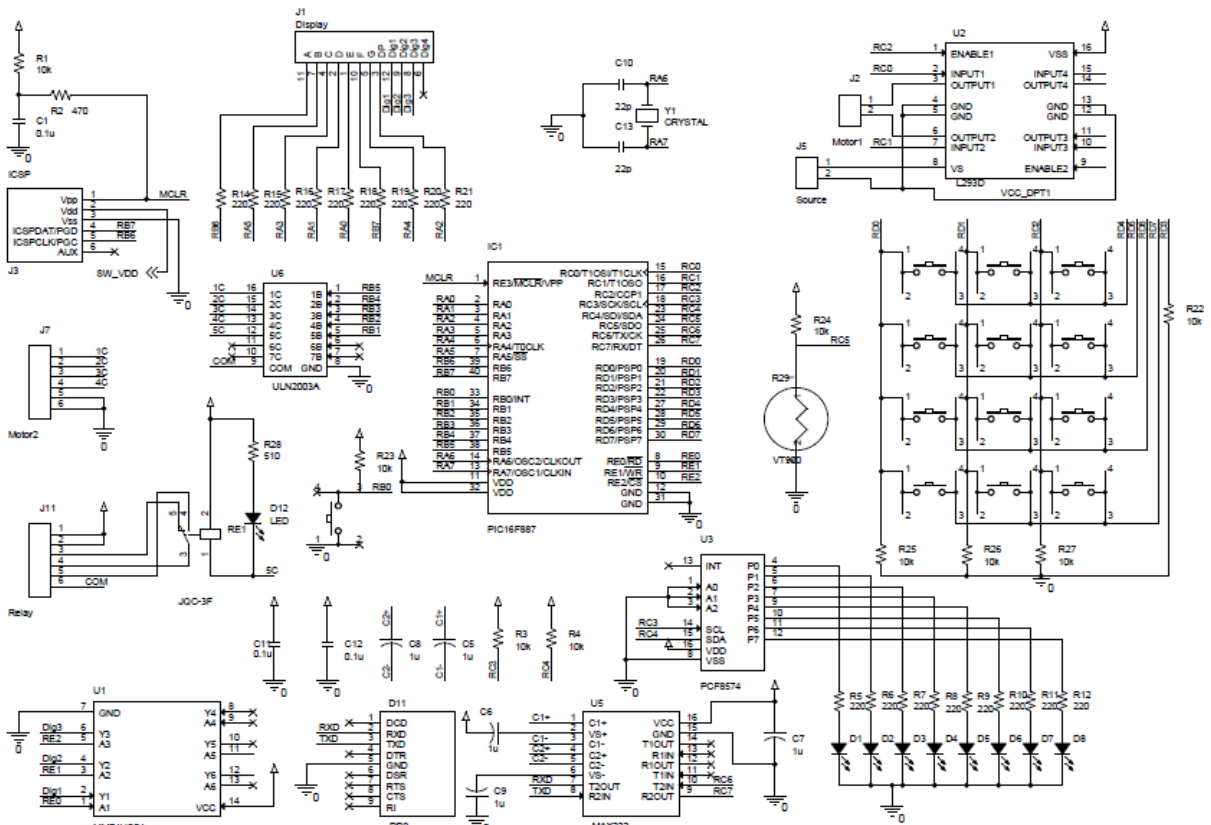
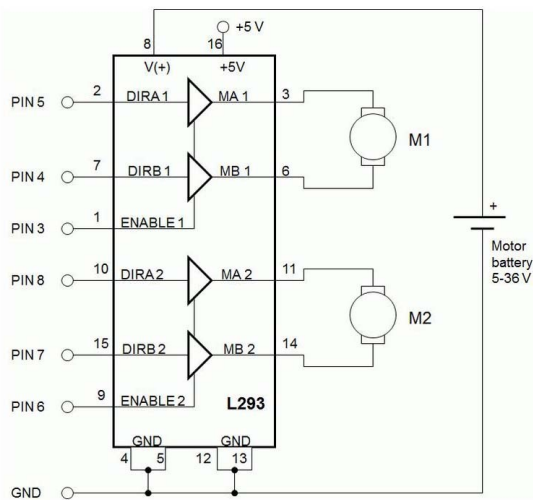

Рис. 2. Схема электрическая принципиальная стенда №2.
Рис. 3. Внутренняя структура L293.
2.2. С помощью команды меню «Файл» → «Открыть» откройте модель лабораторного стенда №2. в среде моделирования Proteus ISIS Professional (рис . 1). На рис. 2. приведена схема электрическая принципиальная стенда№2
3.1. Подключите к плате стенда №2 согласно приведенным схемам через разъемы J2 и J5 на схеме рис. 2 двигатель постоянного тока (ДПТ) и внешнее питание для двигателя. На рис. 3 приведена внутренняя структура микросхемы драйвера двигателей. Используется только один канал. Направление двигателя